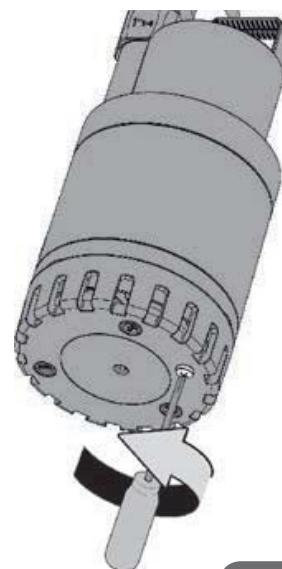

Fig. 9
- Skruva loss fästskraven på filtret (fig. 9) på de modeller som är försedda med denna skruv.
- Skruva loss fästskruven på filtret (fig. 9) på de modeller som är försedda med denna skruv.